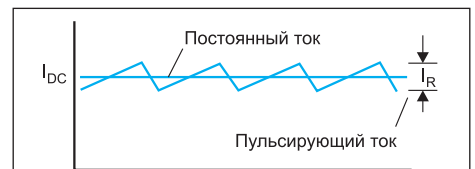

Рис. 11. Составляющие тока дросселя
- Ripple Current — двойная амплитуда пульсации тока дросселя (рис. 11), А;